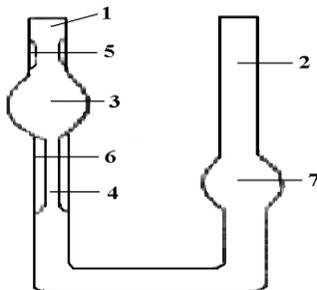

Рис. 15.2. Капілярний віскозиметр Оствальда:
Роботу виконують на віскозиметрі Оствальда (рис. 15.2). Віскозиметр має сполучені скляні трубки (1) і (2). Трубка (1) має розширення (3), що переходить у капіляр (4). Досліджувана рідина під дією власної ваги протікає через трубку (1) і капіляр (4) у трубку (2). Вище і нижче розширення (3) на трубці (1) є мітки (5) і (6). Об'єм розширеної частини трубки дорівнює 3 – 4 мл. При витіканні розчину у віскозиметрі Оствальда відбувається поступове зменшення висоти стовпа рідини  $\Delta h$ , що приводить до утворення змінного гідростатичного тиску. Тому у віскозиметр Оствальда наливають однакові об'єми розчинів.